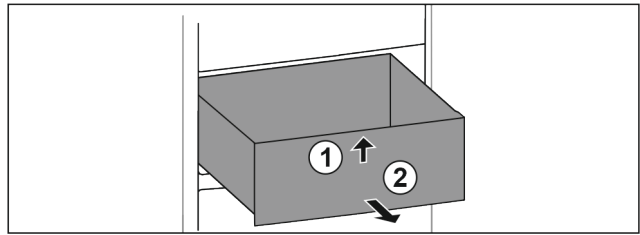

Fig. 95
- ▶ Підняти висувний ящик спереду. Fig. 95 (1)
- ▶ Вийняти висувний ящик рухом вперед. Fig. 95 (2)